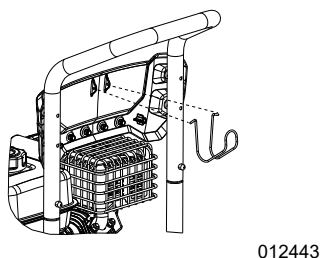

Figura 2-2. Instale el gancho para la manguera
- Consulte la **Figura 2-2**. Instale el gancho para la manguera.